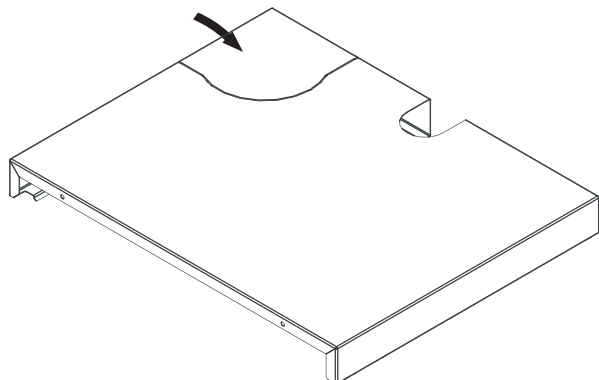

Fig. 21 Staccare la prepunzonatura solo se il raccordo gas combusti è rivolto verso l'alto
- ▶ Se il raccordo gas combusti è rivolto verso l'alto, staccare la prepunzonatura nel coperchio del rivestimento – Fig. 21.